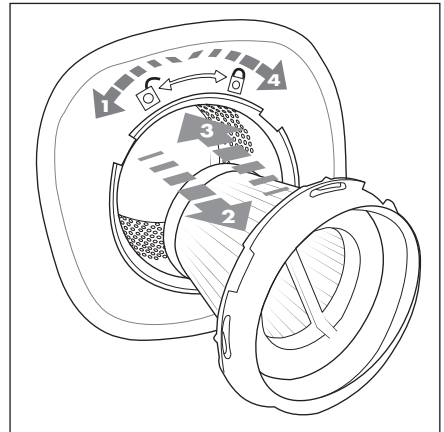

Fig. 5
- 3) Tournez le filtre EPA **6** vers la gauche en direction du symbole ☐ (ouvert), jusqu'à ce qu'il se détache avec un bruit de déclic et tirez-le hors du filtre grossier **7** (fig. 5).
- 6) Remettez d'abord en place le filtre grossier **7** puis le filtre EPA **6**. Lorsque vous insérez le filtre EPA **6**, veillez à ce que les trois évidements du filtre EPA **6** coïncident avec les trois ergots de retenue du filtre grossier **7**. Tournez le filtre EPA **6** vers la droite en direction du symbole ☐ (fermé), jusqu'à ce qu'il s'enclenche avec un bruit de déclic (fig. 5).